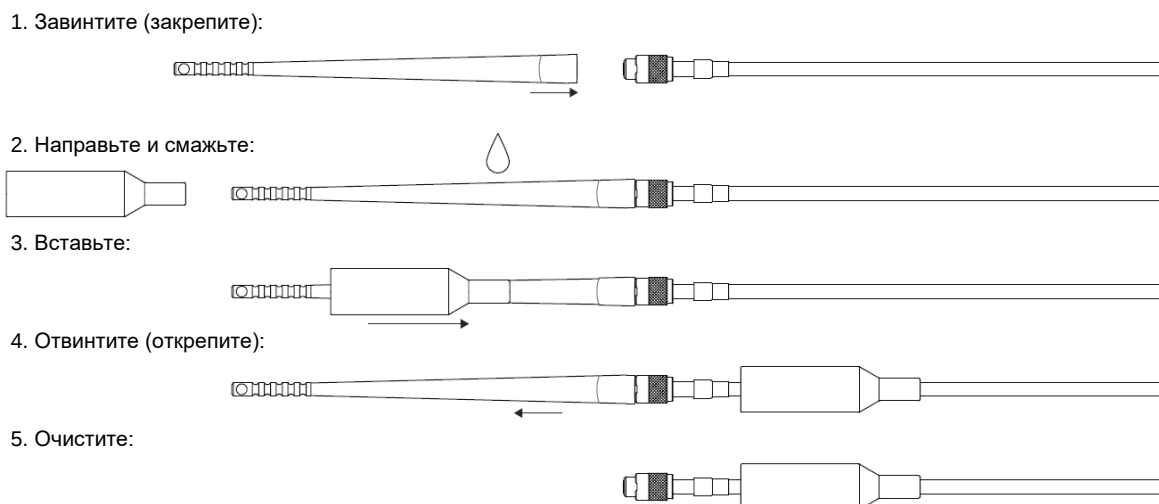

Рис. 3-4: Сборка защиты межсоединений IP172 для удлинительного кабеля EA90x
- Разъем защиты соединений IP172 (см. технический паспорт IP172) должен быть установлен на удлинительном кабеле EA90x, как показано на Рис. 3-4.
Чтобы собрать защитный разъем IP172 на удлинительном кабеле EA90x датчика, см. Рис. 3-4 и:
- 2- Сориентируйте отверстие IP172 малого диаметра с инструментом. Смажьте его (или сам инструмент) силиконовой смазкой, как показано символом  на Рис. 3-4). Силиконовая смазка используется в качестве защиты IP172 от повреждений при движении по мини коаксиальному разъему. Не стоит использовать слишком много смазки.